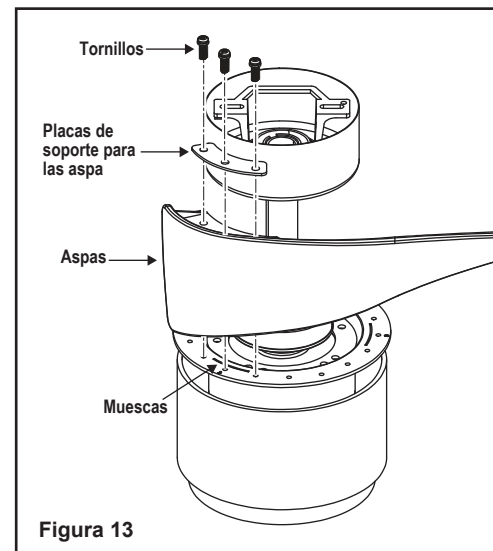

Figura 13
Paso 1. Alinee los orificios de las cuchillas con las muescas del motor. (Figura 13)